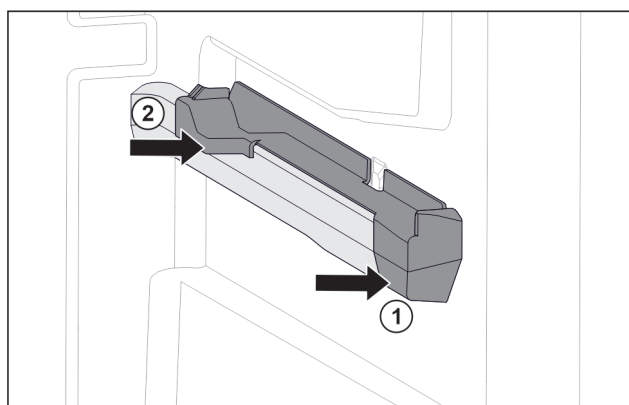

Fig. 98 Nasazovací díl na pravém žebrování na nádoby
- ▶ Nasadte nasazovací díl na žebrování na nádoby. Fig. 98 (1)
- ▶ Přitlačte nasazovací díl k zadní části. Fig. 98 (2)